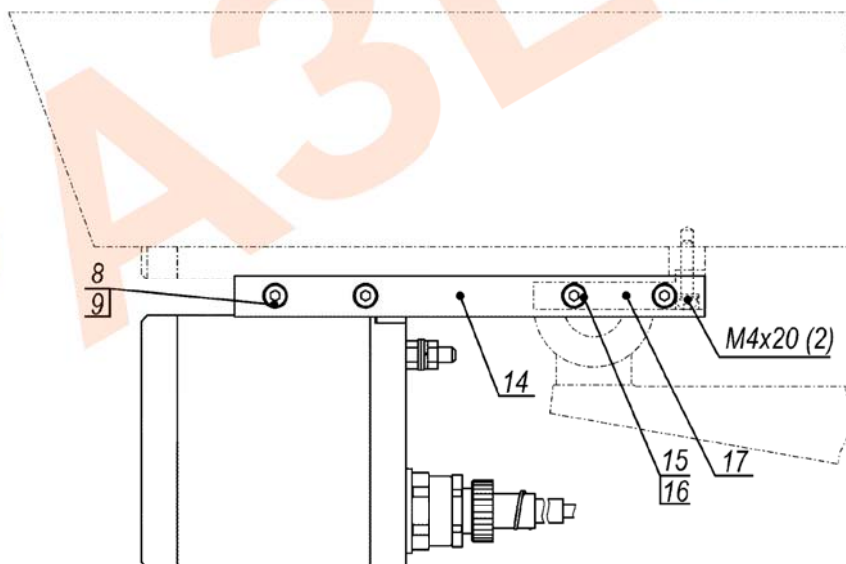

Рисунок 4 – Установка прожектора на видеокамеры в термокожухах ТГБ-4М Ex и ТГБ-4М Ex IIC
10. Комплект крепления к термокожухам ТГБ-4М Ex и ТГБ-4М Ex IIC см. рисунок 4.
см. рисунок 4.
1.4 Установка прожектора на видеокамеры в термокожухах ТГБ-4М Ех и ТГБ-4М Ех IIC (рисунок 4):
- снять имеющееся основание с термокожуха ТГБ-4М Ех или ТГБ-4М Ех IIC, открутив винты крепления основания термокожуха М4х20 2 шт. (рисунок 4) и заменить его основанием термокожуха 17 (рисунок 4) из комплекта «крепления к термокожухам ТГБ-4М Ех и ТГБ-4М Ех IIC»;
- установить прожектор на корпус видеокамеры, используя планки 14 крепеж 15, 16 и крепёж 8, 9 (рисунок 4).